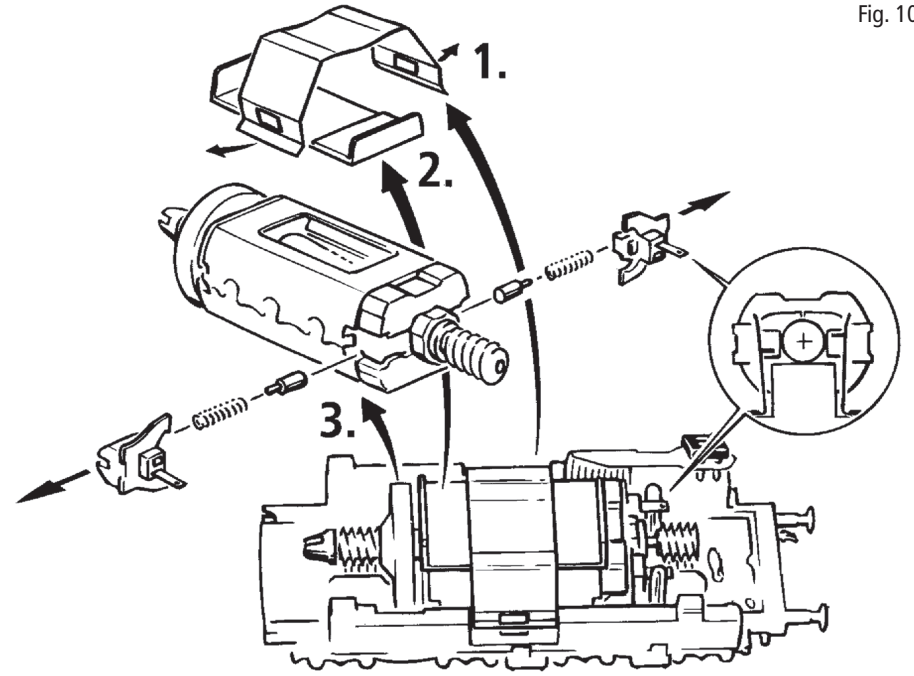

Fig. 11
4. Haftreifenwechsel: Zuerst die Drehgestellblende abnehmen. Danach den **Haftreifen** mit einer Nadel oder einem feinen Schraubendreher abziehen. Beim Aufziehen des neuen Haftreifens bitte darauf achten, dass dieser sich **nicht verdreht** (Fig. 11).
4. Change of traction tyre: Remove bogie blind. Take out the **wheel set** and remove the **traction tyre** using a pin or a fine screwdriver (fig. 11). When pressing on the new traction tyre please **avoid twisting it**.
Démontez d'abord les flancs de bogies (fig. 4). Envelez les bandages d'adhérence à l'aide d'une aiguille ou d'un tourne-vis fin. Lors du montage des nouveaux bandages veuillez veiller à ce que les bandages **ne soient pas tor-dués** (fig. 11).